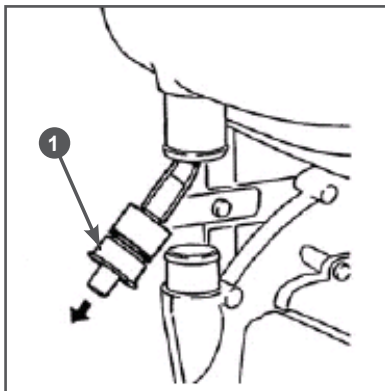

Рис. 15 Удаление шланга с редуктором из бака
6. Вытолкните редуктор 1 из бака и извлеките его вместе с впускным шлангом опрыскивателя (Рис. 15).